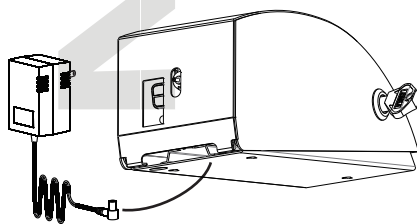

Abb. 3
2. Bevor Sie die Rückplatte an der Wand befestigen, führen Sie den Adapter-Stecker des Transformers entweder durch das Loch in der Rückplatte oder in den Schlitz zwischen der Rückplatte und dem Gehäuseboden (Abb. 3). Platzieren Sie den Stecker in die Steckdose am Schaltkasten (Abb. 4).